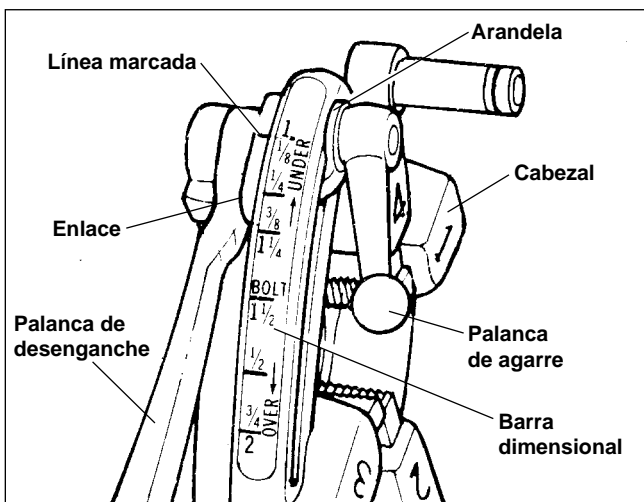

Figura 11 – Cabezal de Terrajas Universal de Apertura Rápida
6. Cabezal de terrajas de Apertura Rápida No. 811A (Figura 11) – Cuando se haya completado la rosca, gire la palanca de desenganche a la posición de OPEN (abierto) para retraer las terrajas.
El Cabezal de terrajas Universal No. 811A (Figura 11) para roscas a mano derecha necesita cuatro juegos de terrajas para roscar tubería desde 1/8 hasta 2 pulgadas. Se precisa un juego de terrajas para cada uno de los siguientes tamaños: (1/8 pulg), (1/4 y 3/8 pulg), (1/2 y 3/4 pulg) y (1 a 2 pulgs). Para roscar pernos se necesita un juego distinto de terrajas para cada tamaño de perno. No se encuentran disponibles terrajas para cabezales universales a mano izquierda.